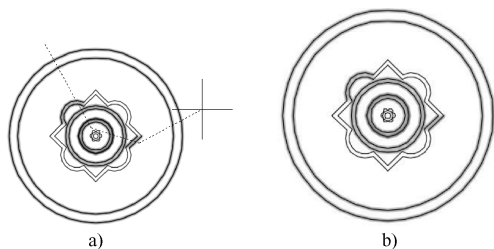

图 5-3 “栏选”对象选择方式
(5) 框 (BOX): 使用框时, 系统根据用户在绘图区指定的两个对角点的位置而自动引用“窗口”或“窗交”选择方式。若从左向右指定对角点, 则为“窗口”方式; 反之, 为“窗交”方式。
(6) 全部 (ALL): 选择绘图区所有对象。
(7) 栏选 (F): 用户临时绘制一些直线, 这些直线不必构成封闭图形, 凡是与这些直线相交的对象均被选中, 执行结果如图 5-3 所示。